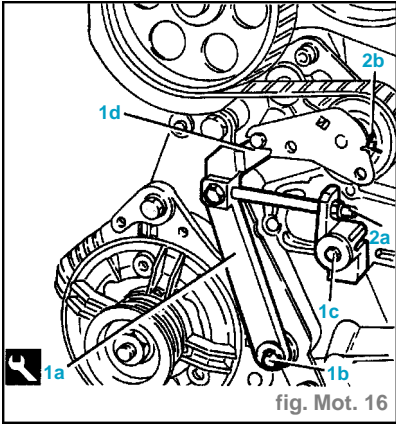

fig. Mot. 16
- Monter l'outil (1a) et le fixer à l'aide de la vis (1b) de l'alternateur et de la vis (1c) au niveau de la pompe à eau (fig. Mot. 16).